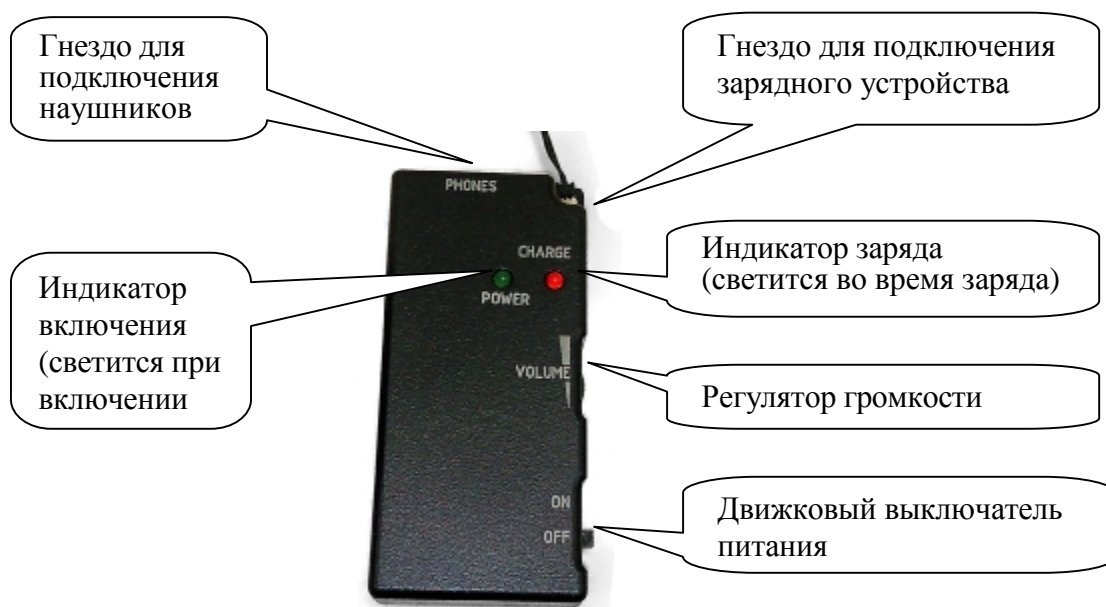

Рис. 4
**4.4.** Внешний вид ПРМ и расположение органов управления показаны на рис. 4.